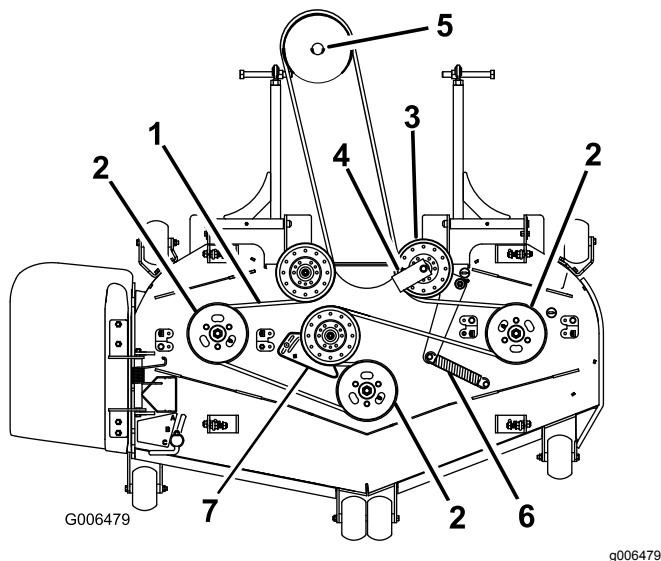
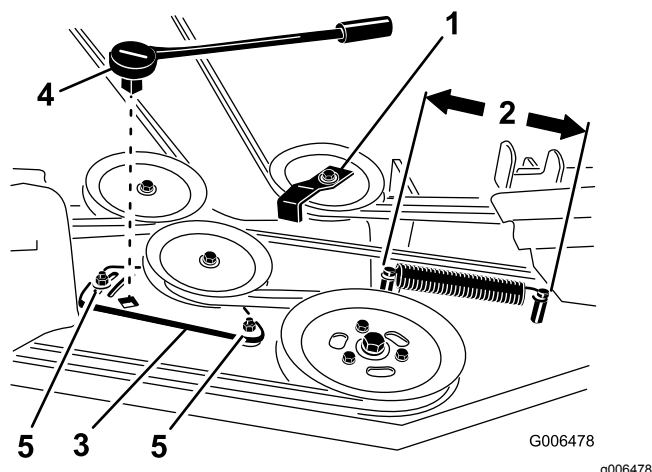

Figure 75
Figure 77
4. Pour les tabliers de 183 cm (72 po), desserrez les boulons de fixation de la plaque de la poulie de tension (Figure 77).
6. Enlevez le guide de courroie de la poulie de tension rappelée par ressort, comme montré à la Figure 75 et la Figure 77.
8. Acheminez la courroie neuve autour des poulies du tablier de coupe et de la poulie du boîtier d'engrenages, sous le moteur (Figure 75).
4. Mesurez la longueur du ressort (Figure 77). Si elle est comprise entre 10 et 26 cm (25,4 et 10¼ po), d'un ergot à l'autre, aucun réglage n'est nécessaire.
5. Desserrez les boulons de fixation de la plaque du bras de tension (Figure 77).
6. Insérez un manche à rochet ou une barre de levier dans le trou carré de la plaque pour régler la tension (Figure 77).
7. Tournez le manche à rochet ou la barre de levier pour déplacer la plaque jusqu'à ce que la longueur du ressort atteigne 25,4 à 26,0 cm (10 à 10¼ po) entre les ergots, comme montré à la Figure 77.
8. Tout en maintenant la courroie tendue, serrez les boulons de fixation de la plaque du bras de tension (Figure 77).